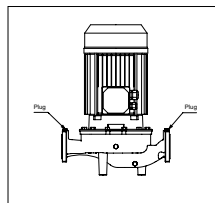

FIG 4 : Bouchons nécessaires pour vérifier le remplissage des pompes
- Retirer le bouchon/capuchon hexagonal situé sur le dessus du corps de pompe (FIG 4) ;